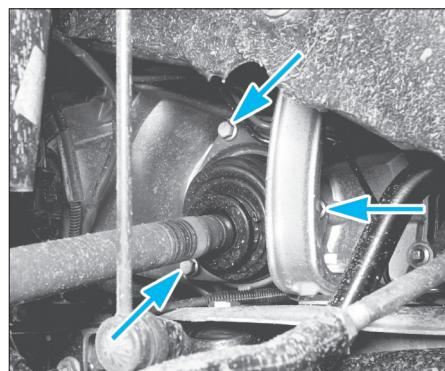

FIG. 2
- Débrancher le capteur de vitesse de roue (2) et dégager son faisceau.
- À l'aide d'un outil approprié, immobiliser en rotation le moyeu puis déposer l'écrou de transmission (3).
- l'écrou de la rotule de direction (4) et désaccoupler la rotule du pivot à l'aide d'un arrache-rotules approprié.
- les boulons de fixation inférieure de l'élément de suspension (5).
- **avec une boîte manuelle**, déposer les vis de fixation du joint homocinétique sur la boîte (fig. 2) et dégager la transmission.
**Transmission gauche (avec boîte manuelle)**, serrer les vis de fixation du joint homocinétique sur la boîte (fig. 2).